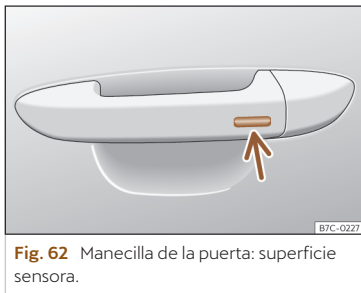

Fig. 62 Manecilla de la puerta: superficie sensora.
- **O BIEN:** mediante el sistema Keyless Access (sólo cierre): Mantenga un dedo durante algunos segundos sobre la superficie sensora de bloqueo >>> **fig. 62** (flecha) de la manecilla de la puerta para que se cierren las ventanillas y el techo. Si deja de tocar la superficie sensora se interrumpe la función de cierre.
Mantenga un dedo durante algunos segundos sobre la superficie sensora de bloqueo >>> **fig. 62** (flecha) de la manecilla de la puerta para que se cierre el techo. Si deja de tocar la superficie sensora se interrumpe la función de cierre.